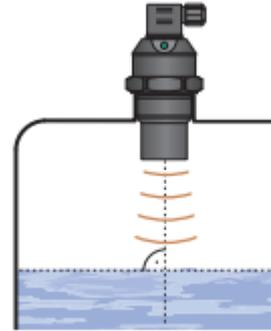

Fig. 1: Instalação correta do sensor, perpendicular à superfície do líquido
- a) O dispositivo é instalado verticalmente na parte superior do tanque ou reservatório utilizando um olhal, uma porca de fixação ou uma flange, de tal maneira que o eixo do dispositivo fique perpendicular ao nível da superfície do líquido a medir (Fig. 1). O dispositivo deve ser instalado em locais sem riscos de danos mecânicos na frente do sensor.
- d) Em conformidade com o princípio de medição, não há sinais refletidos na área imediatamente abaixo do dispositivo (zona morta). A zona morta (Fig.1) determina a distância mínima exigida entre o equipamento e o nível mais alto. As distâncias mínimas para o meio estão listadas no capítulo “Dados técnicos”